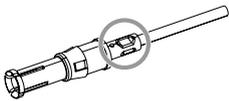
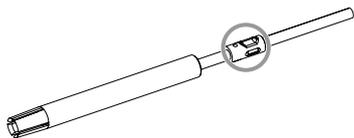

Abb. 38: Pilotkontakte
Abb. 40: Hilfskontakte
3. Kontakt und Kabel (ggf. inkl. Reduzierhülse) mit Crimpwerkzeug (siehe Kapitel „4. Werkzeuge“) vercrimpen, wie in **Abb. 38** bzw. **Abb. 40** gezeigt.